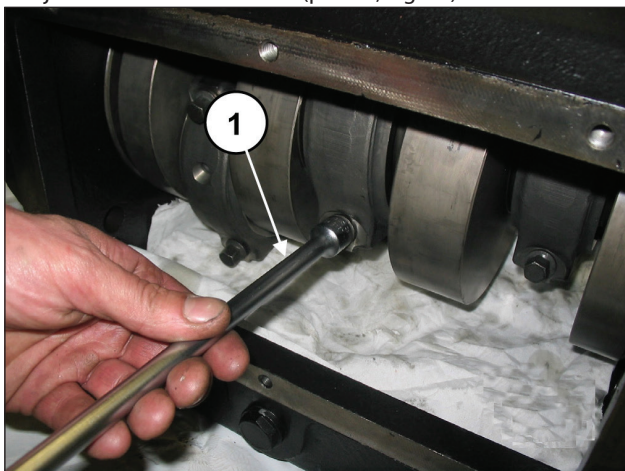

Fig. 24
Aflojar los tornillos de la biela (pos. ①, Fig. 24).